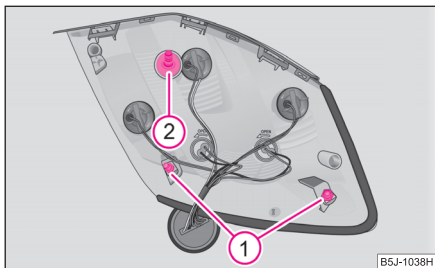

Abb. 182 Heckleuchten-
- Für den Wiedereinbau setzen Sie zuerst die Heckleuchteneinheit mit der Schraube ② in die Öffnung der Karosserie ein ⇒ Abb. 182.
- Drücken Sie die Heckleuchteneinheit vorsichtig in die Karosserie so ein, dass die Bolzen ① in die Aufnahmen der Karosserie eingreifen.